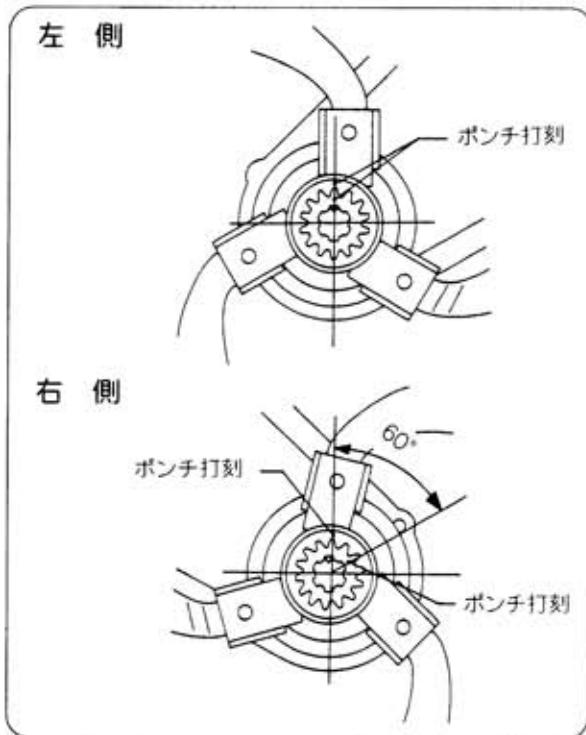

図37
- ① クロス刃受の組付は図37を参照にして組付けしてください。